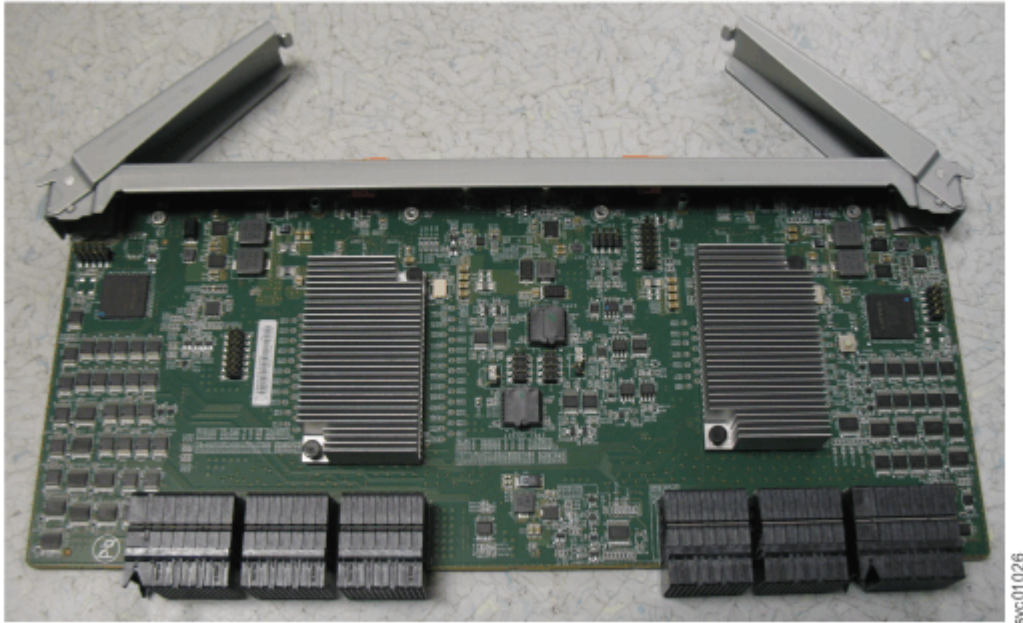

Рисунок 88. Открытие ручек вспомогательного модуля расширения
3. Поверните обе ручки на новом вспомогательном модуле расширения в открытое положение (см. Рисунок 88 на стр. 76).